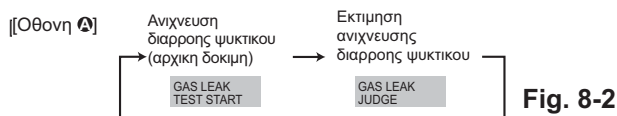

Fig. 8-2
- 2 Πατήστε το κουμπί **CLOCK** και επιλέξτε [GAS LEAK TEST START] (ENAPEH ΔΟΚΙΜΗΣ ΔΙΑΡΡΟΗΣ ΑΕΡΙΟΥ). (Fig. 8-2)